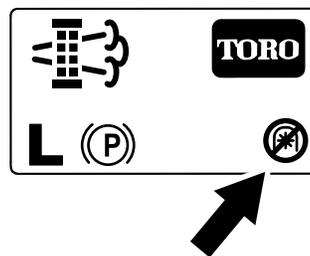

Рисунок 50
**Примечание:** На главном экране отобразится значок «Механизм отбора мощности выключен» (Рисунок 50).
**Примечание:** На главном экране отобразится значок «Механизм отбора мощности выключен»; см. Рисунок 50 в разделе Сообщения о стационарной регенерации \(страница 43\).